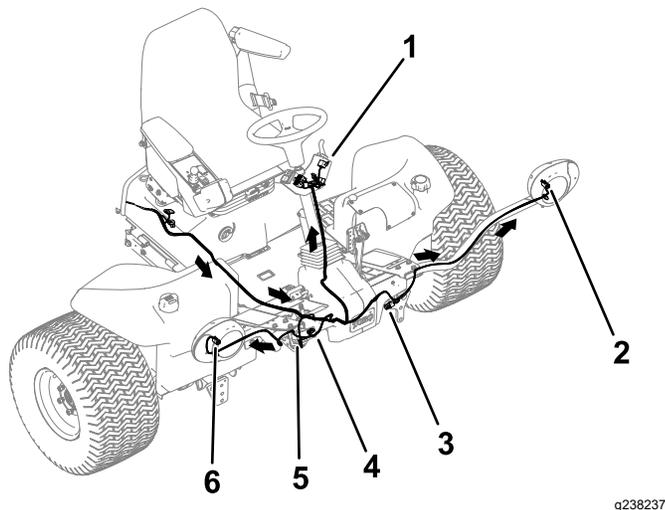

Figura 19
- Enrute el extremo delantero del arnés de cables por debajo de la plataforma del operador y hasta la parte delantera de la máquina (Figura 19).
- Pase cada conector del arnés por el soporte del faro correspondiente y conéctelo al faro (Figura 19).
- Enchufe el cable del arnés de cables que tiene dos conectores en el claxon (Figura 19).
- Enchufe los conectores del arnés de cables del kit de luces en los faros del carenado (Figura 19).
8. Enrute el arnés de cables hasta el conjunto de soporte de la columna, en la columna de dirección (Figura 19).